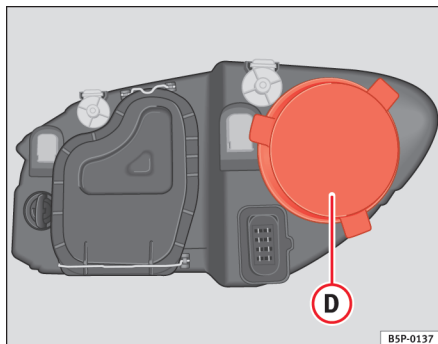

Fig. 190 Positionsllys
- Træk dækslet ⇒ fig. 190 **D** af.